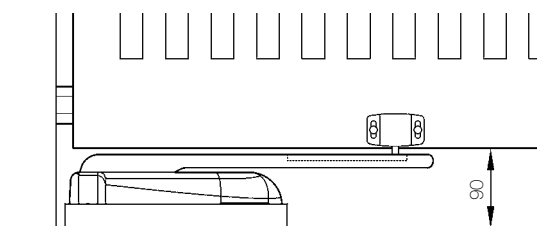

Abbildung 10
- Den Platzbedarf überprüfen – siehe ABBILDUNG 10, 11 und 12 je nach Installationstyp (Unterflurmontage des Toröffners oder auf Bodenebene).